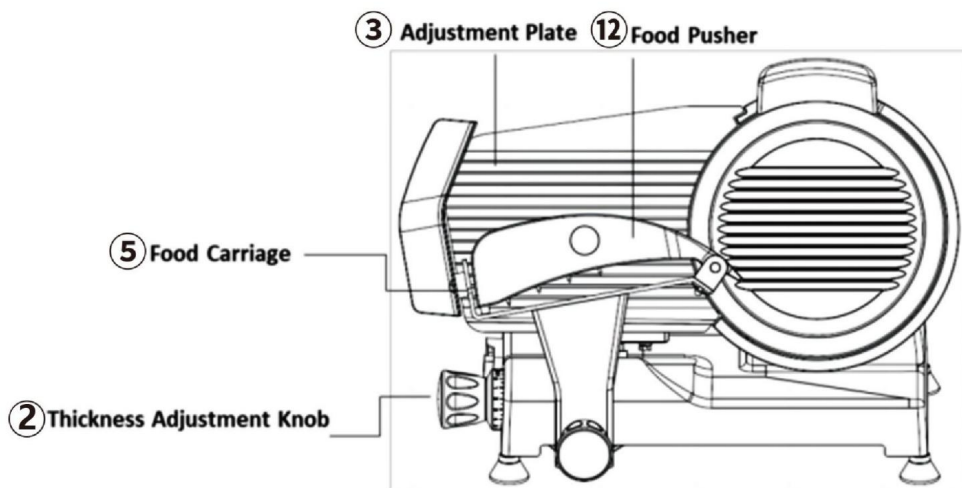

Fig. 1
2. Placera mat på den skjutbara matvagnen (del 5) mellan Justeringsplatta (del 3) och matpåskjutare (del 12). För att undvika skador, använd ALLTID Food Pusher-handtaget (del 3) för att skiva kött. (Se fig. 1)
3. Vrid på tjockleksjusteringsratten (del 2) för att ställa in justeringen Plåt (Del 3) för önskad skärtjocklek. Vrid medurs för tunnare snitt, moturs för tjockare skivning. (Se fig. 1)